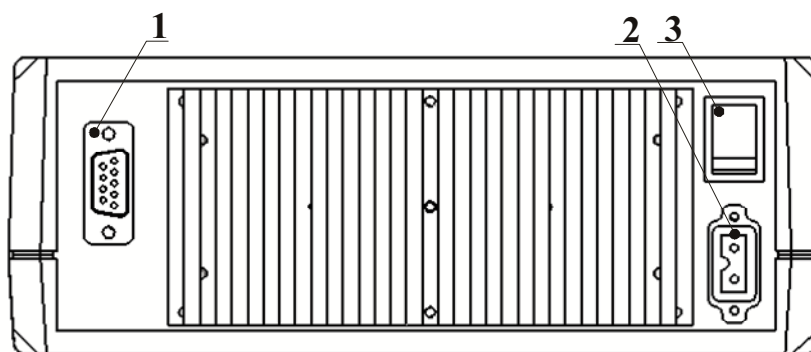

Рисунок 3. Задняя панель плотнмера
На задней панели плотнмера (рисунок 3) расположены:
3.2.3 Подключить плотномер к сети питающего напряжения с помощью сетевого шнура 2 и выключателя 3 (рисунок 3). При этом должно загореться индикаторное табло 1 (рисунок 2). Для выхода термостата датчика на установившийся режим прогреть плотномер в течение 30 мин. При выпуске из производства температура термостата плотномера устанавливается равной 20.00 °С. Если термостат не может достигнуть установленной температуры, следует использовать вентилятор 9 (рисунок 1) для обдува радиатора термостата.